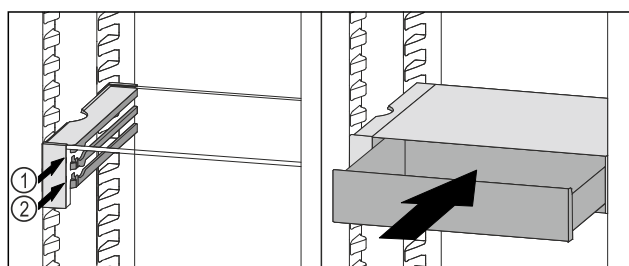

Fig. 203
- Встановити висувний ящик VarioSafe за стопорами на потрібне ребро Fig. 203 (1) або Fig. 203 (2).